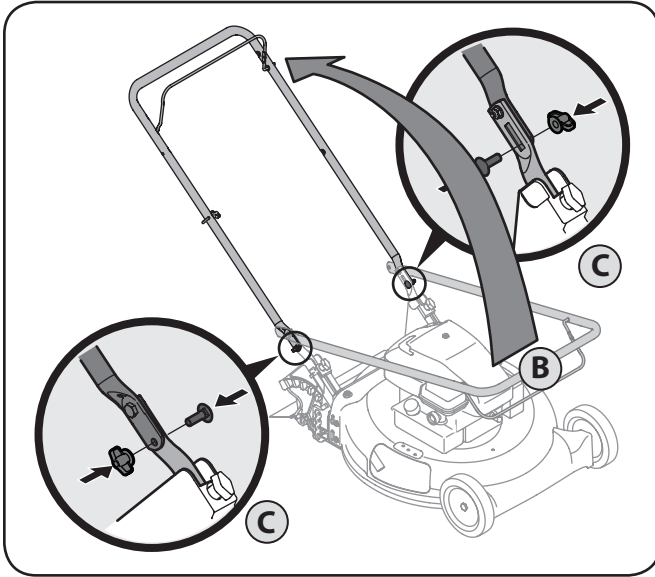

Figura 3-2
- b. Si bien la estabilización de cortacésped por lo que no se mueve, pivote esa superior como se muestra en la figura. 3-2. No engarzado cable mientras levanta la palanca hacia arriba.
- c. Vuelva a colocar tuercas y pernos de transporte retirarse antes en una reducción de los agujeros de la manija como se muestra en la figura. 3-2.